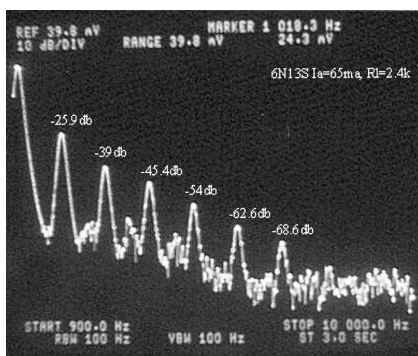
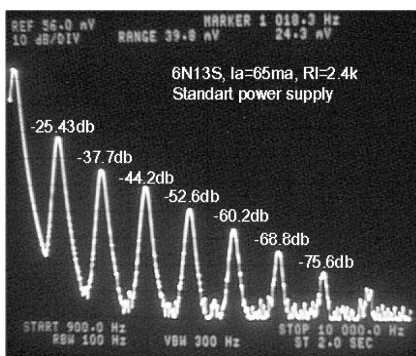

Рис. 10. Спектр тока нагрузки (стабилизатор)
Рис. 11. Спектр тока нагрузки (LC-фильтр)
4. Влияние источника на спектр выходного сигнала каскада. Для этой цели спектроанализатор подключался параллельно датчику тока (к точкам Г и С). Результаты измерений показаны на рис. 10 и рис. 11.